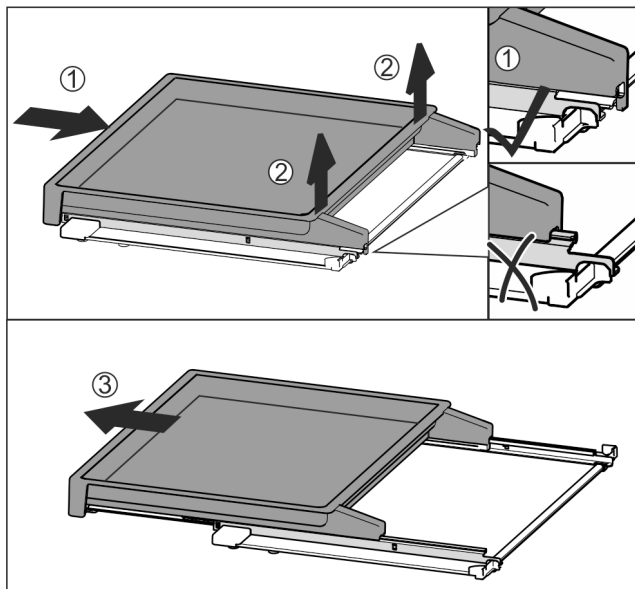

Fig. 154
- Shtyni plotësisht brenda raftin me tërheqje Fig. 154 (1).
- Lironi kapëset bllokuese në pjesën e pasme Fig. 154 (2).
- Nxirrni jashtë nga përpara raftin me tërheqje Fig. 154 (3).